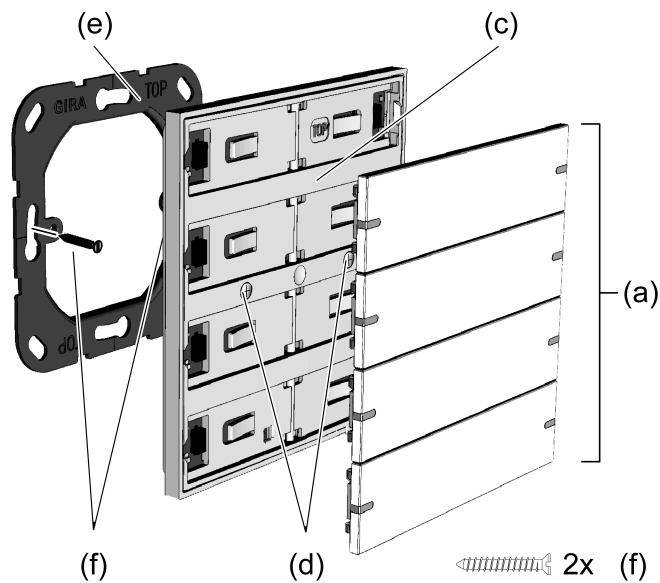
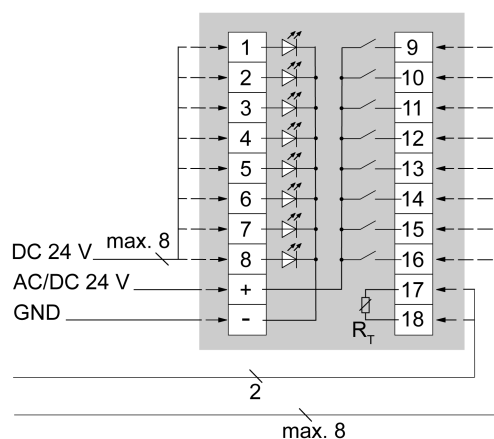

Figure 2: Montage de l'appareil
Figure 3: Raccordement touche sensorielle 4 voies
Vue éclatée (voir figure 2)
Monter et raccorder l'appareil (voir figure 2), (voir figure 3)
- Raccorder la touche sensorielle (c) conformément à (voir figure 3)